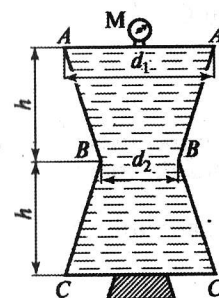

Рис. 3.24
**Задача 3.25.** Резервуар, состоящий из двух идентичных частей конической формы, полностью заполнен водой. Рассчитать силы, действующие на болты в горизонтальных плоскостях  $A-A$ ,  $B-B$  и  $C-C$  (рис. 3.24). Показание манометра на крышке ( $A-A$ )  $p_m = 5 \text{ Н/см}^2$ , масса крышки  $m_1 = 60 \text{ кг}$ , масса конической части  $m_2 = 90 \text{ кг}$ ;  $d_1 = 1,8 \text{ м}$ ;  $d_2 = 0,9 \text{ м}$ ;  $h = 1,2 \text{ м}$ .